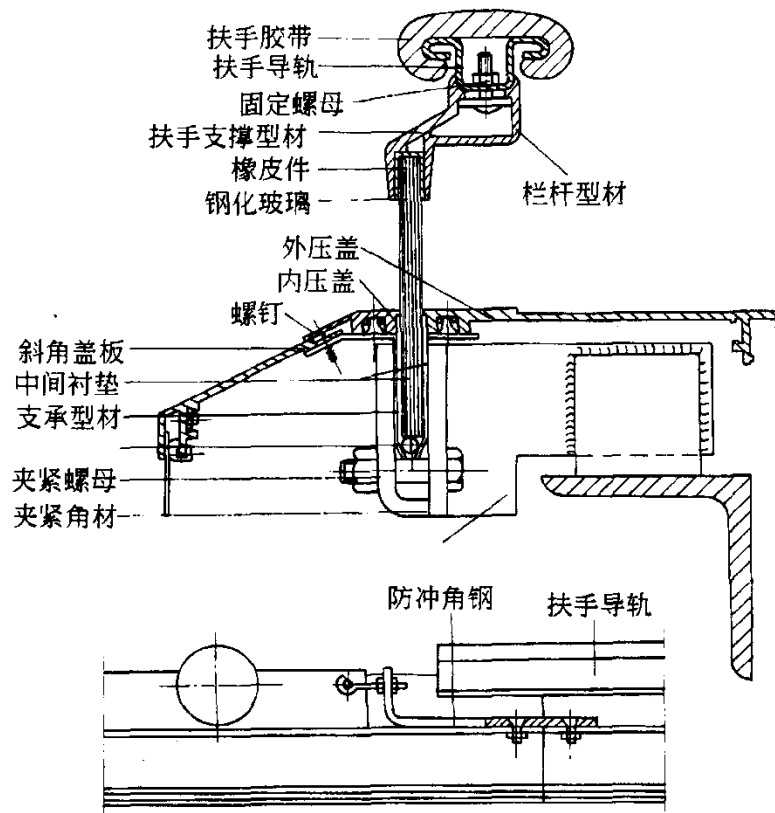

图 30-3-11
2. 全透明无支撑扶手安装（图 30-3-11）
2.8.3 施工方法(图 30-3-11)